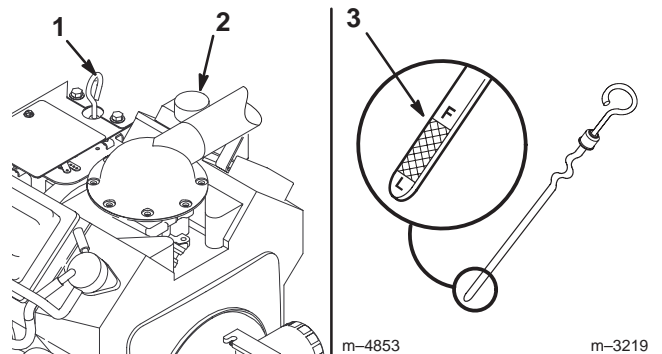

Bild 56
2. Reinigen Sie den Bereich um den Ölpeilstab herum (Bild 56), damit kein Schmutz in den Einfüllstutzen gelangen und so den Motor beschädigen kann.
3. Ziehen Sie den Ölpeilstab heraus und wischen Sie das Metallende ab (Bild 56).
4. Schieben Sie den Ölpeilstab vollständig in das Füllrohr ein (Bild 56). Ziehen Sie den Peilstab wieder heraus und kontrollieren das Metallende. Gießen Sie, wenn der Ölstand zu niedrig ist, nur so viel Öl langsam in das Einfüllrohr, dass der Ölstand die Voll-Marke erreicht.
5. Gießen Sie langsam 80 % des auf Seite 37 angegebenen Öls in den Füllstutzen ein (Bild 56). Kontrollieren Sie dann den Ölstand; siehe Prüfen des Ölstands, Seite 37. Gießen Sie langsam Öl ein, um den Ölstand bis zur VOLL-Marke am Peilstab anzuheben.